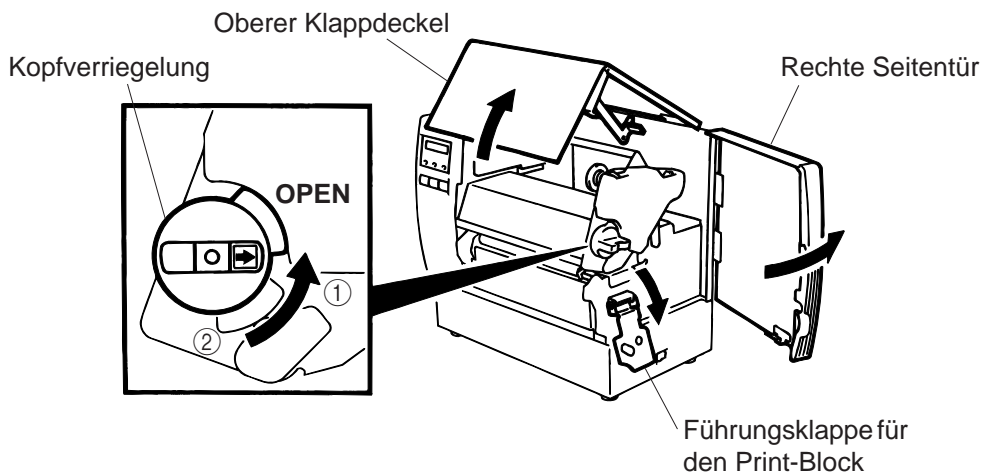

Abb. 7-1
9. Stellen Sie die Kopfverriegelung anhängig vom zu bedruckendem Material auf die entsprechende Position ein. (Siehe Abb. 7-1)
- ①: Etiketten oder dünnes Kartonmaterial
- ②: dickes Kartonmaterial